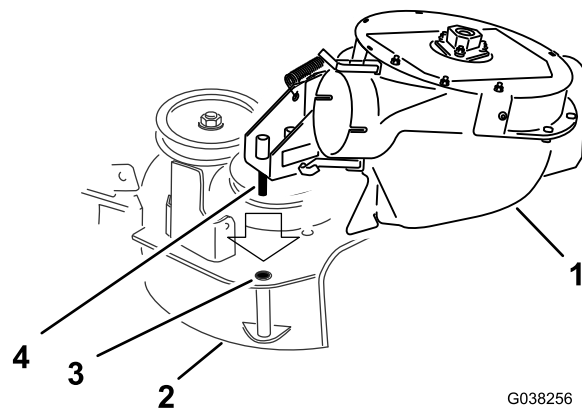

Figure 27
1. Placez l'axe de pivot sur le ventilateur en face du trou correspondant dans le plateau de coupe (Figure 27).
2. Abaissez le ventilateur et enfoncez l'axe de pivot dans le trou de pivot (Figure 27).